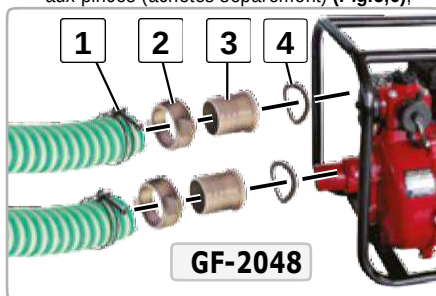

Fig.5
- pour connecter les pompes à moteur, vous devez utiliser des tuyaux d'aspiration / de refoulement avec des raccords non extensibles fixés aux pinces (achetés séparément) (Fig.5,6) ;